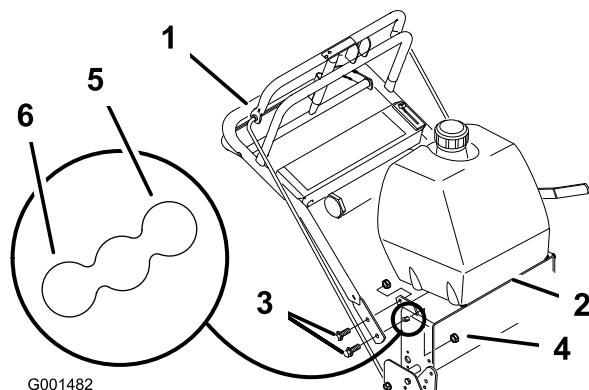

Figure 21
2. Desserrez les boulons à embase supérieurs (3/8 x 1 po) et l'écrou à embase de fixation du guidon au cadre arrière (Figure 21).
3. Enlevez les boulons à embase inférieurs (3/8 x 1 po) et les écrous à embase de fixation du guidon au cadre arrière (Figure 21).